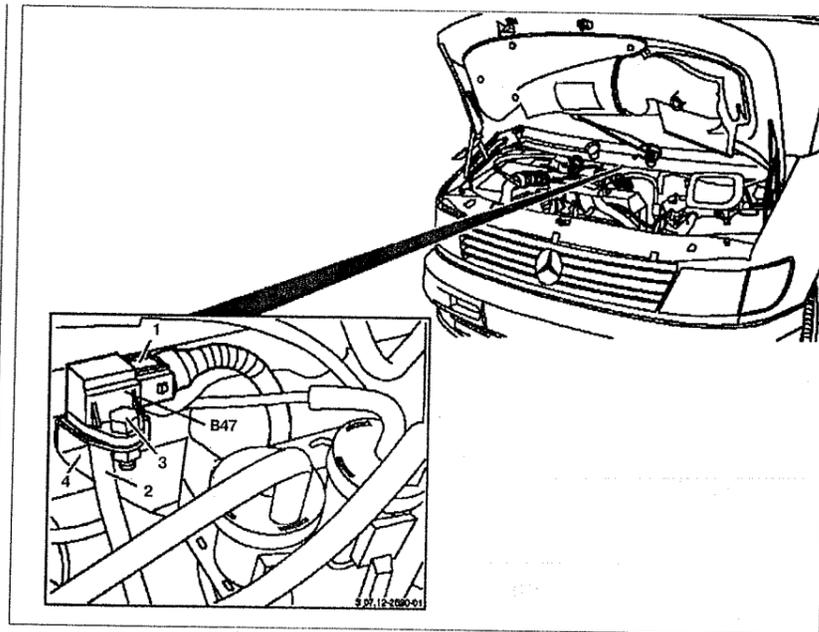

Рис. 4.55. Датчик давления входящего и сжатого воздуха:
1. Отсоедините разъем проводки 1 от датчика давления В47 (см.рис.4.55).